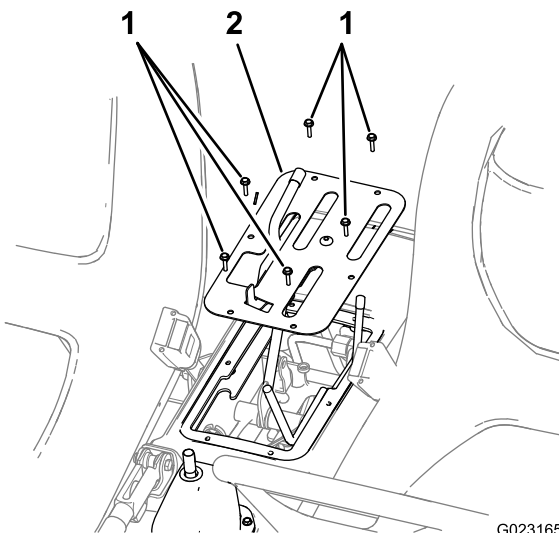

図 7
3. 中央コンソールのカバープレートの外側エッジ部をシャーシに固定しているねじ6本を外して、カバープレートを取り外す 図 7。